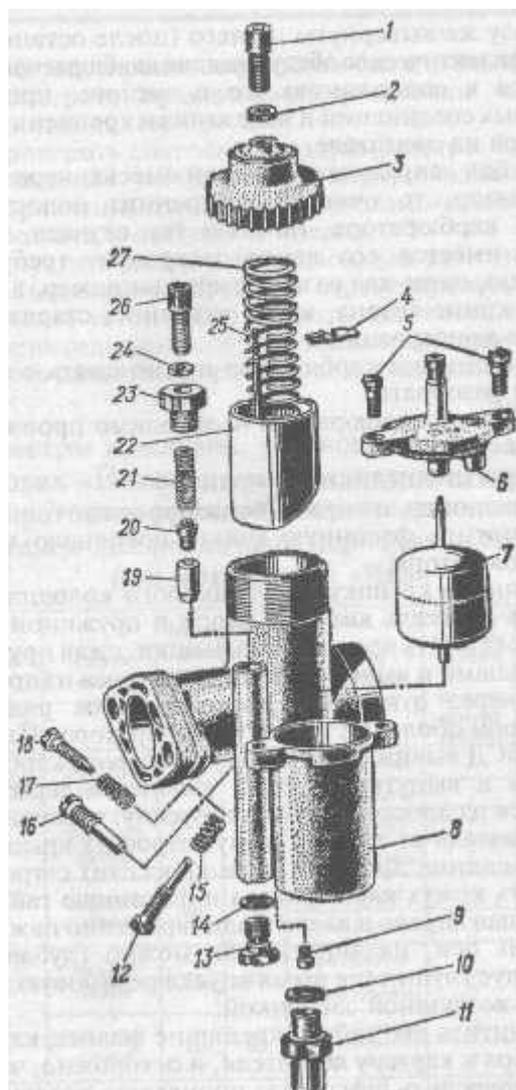

Рис.10. Детали карбюратора "Ииков" 2926СД:
- 1) отвинтить крышку 3 (рис.10) золотникового колодца (если она была завернута после снятия карбюратора), вынуть пружину 27 и дроссельный золотник основной карбюратора с дозирующей иглой 25; у карбюратора "Ииков" 2926СД вывинтить крышку 23 пускового карбюратора и вынуть пружину 21 и дроссельный золотник пускового карбюратора 19 с фиксатором 20 троса;